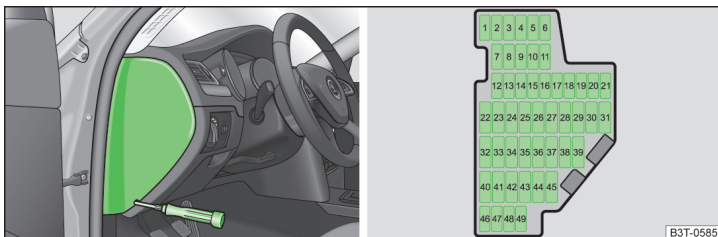

Fig. 196 Capacul panoului de siguranțe în placa de bord / siguranțe
- Detașați capacul » fig. 196.